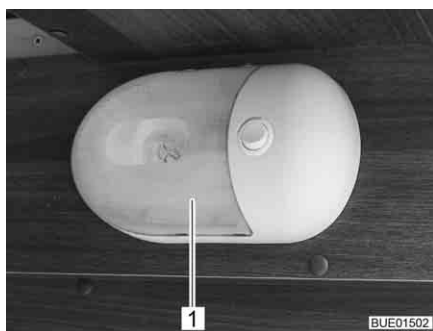

Bild 247 Aufbauleuchte
- Transparente Abdeckung (Bild 247,1) vorsichtig auf beiden Seiten zusammendrücken, leicht vom Schalter wegziehen und nach vorn abnehmen.